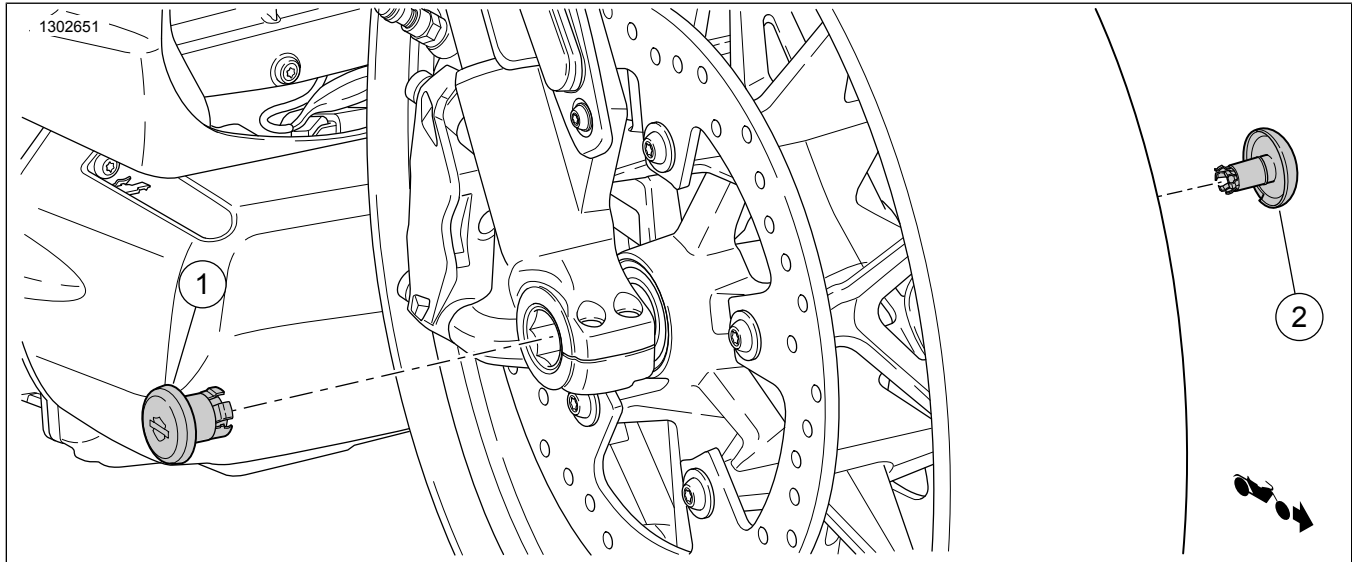

Abbildung 1. Inhalt des Satzes: Achsabdeckungen
1. Siehe Abbildung 1 >. Die Originalausstattung (Original) -Achsabdeckungen (1, 2) öffnen.
1. Siehe Abbildung 1 >. Die **neue** linke (sechskantige) Achsabdeckung (1) anbringen.
2. Siehe Abbildung 1 >. Die **neue** rechte (runde) Achsabdeckung (2) anbringen.